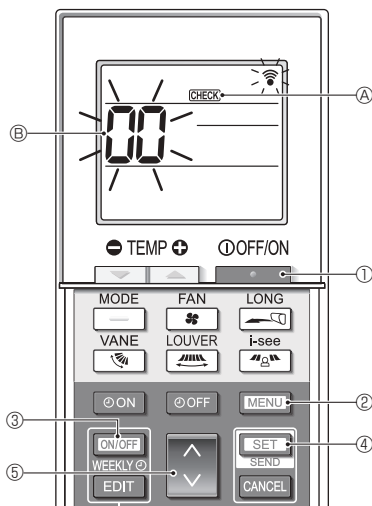

Fig. 7-6
■ Selvsjekk (Fig. 7-6)
- Trykk på [ON/OFF]-knappen ① for å stoppe klimaanlegget.
- Hvis uketidsuret er aktivert (WEEKLY lyser), trykker du på [ON/OFF WEEKLY]-knappen ③ for å deaktivere det (WEEKLY slukkes).
- Trykk på [MENU]-knappen ② i 5 sekunder.
- Trykk på [DOWN]-knappen ⑤ for å velge kjølemiddeladresse (M-NET-adresse) ⑥ for innendørsenheten du vil foreta selvsjekk for.
- Trykk på [SET]-knappen ④.
- Trykk på [ON/OFF]-knappen ①.
- CHECK ④ og kjølemiddeladresse (M-NET-adresse) ⑥ slukkes, og selvsjekken fullføres.